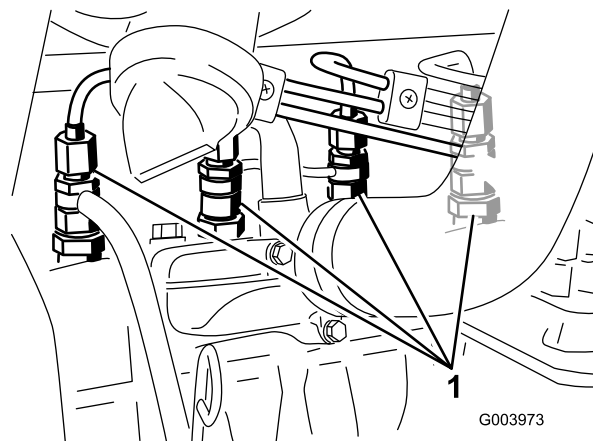

Figura 40
1. Afloje la conexión entre el tubo y el conjunto de boquilla y soporte N° 1 (Figura 40).